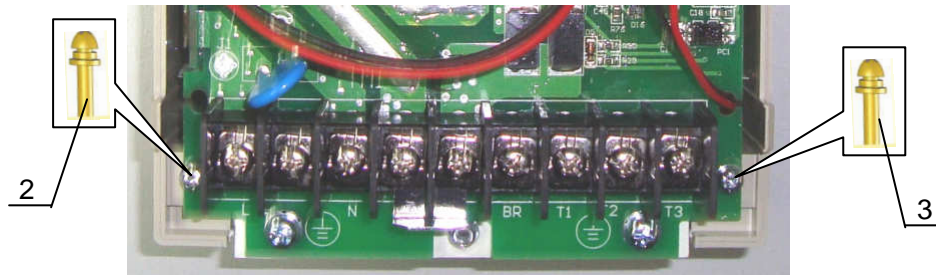

Рис.6.10
7.5.2. Выкрутить два винта 2, 3 крепления платы драйверов к основанию корпуса (рис.6.10). Положить винты в тару.